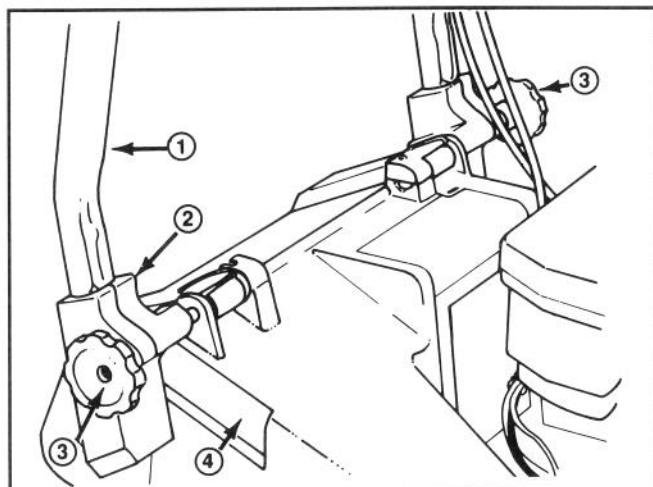
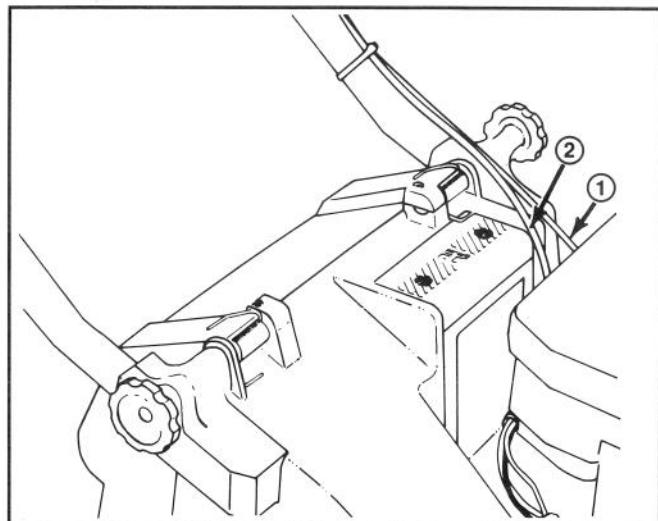

Abbildung 1
Abbildung 2
1. MONTAGE—Drehknöpfe auf der Gestängehalterung lockern (Abb. 1).
3. Die Enden der Griffstange in die Löcher der Gestängehalterung schieben bis sie sicher gehalten werden (Abb. 1). Sicherstellen, daß die Gaszug- und Antriebskabel (selbstgetriebenes Modell) an der Gestängehalterung links oben sind (Abb. 2).
4. Den Griff und die Gestängehalterungen nach hinten schwenken bis die Rastklunken sicher in den Gehäuserasten gehalten werden (Abb. 2).